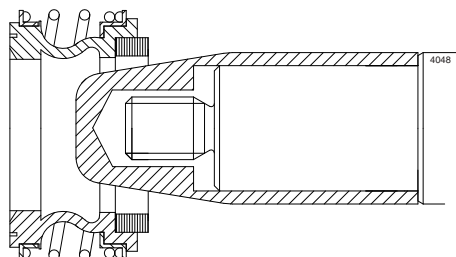

Abbildung 24:Spezielle Montagehülse.
- *Spezialwerkzeug: Die Montage der Wellendichtungsgruppe M1 geht mit einer speziellen konischen Montagehülse leichter. Die scharfen Ränder auf der Welle werden damit abgedeckt, sodass weniger Gefahr besteht, die Wellendichtung bei der Montage zu beschädigen. Siehe Abbildung 24.*